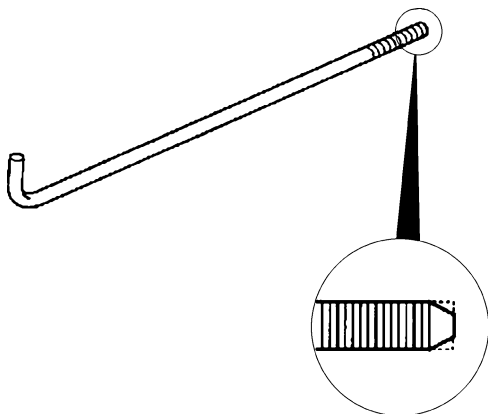

图 23-7 将螺栓打磨成尖头
- 13) 按照图 23-7 所示，找一只从蓄电池支架上拆下的螺栓，把螺栓的一端打磨成尖头。